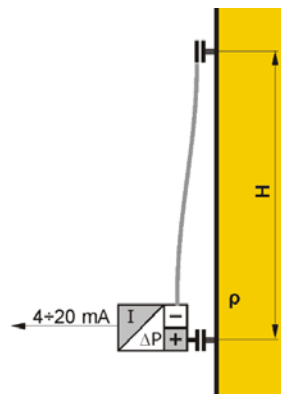

Рисунок 6
2.3.1.13.3 Конфигурация преобразователя APR-2200/ALW для измерения плотности жидкости (рисунок 6)